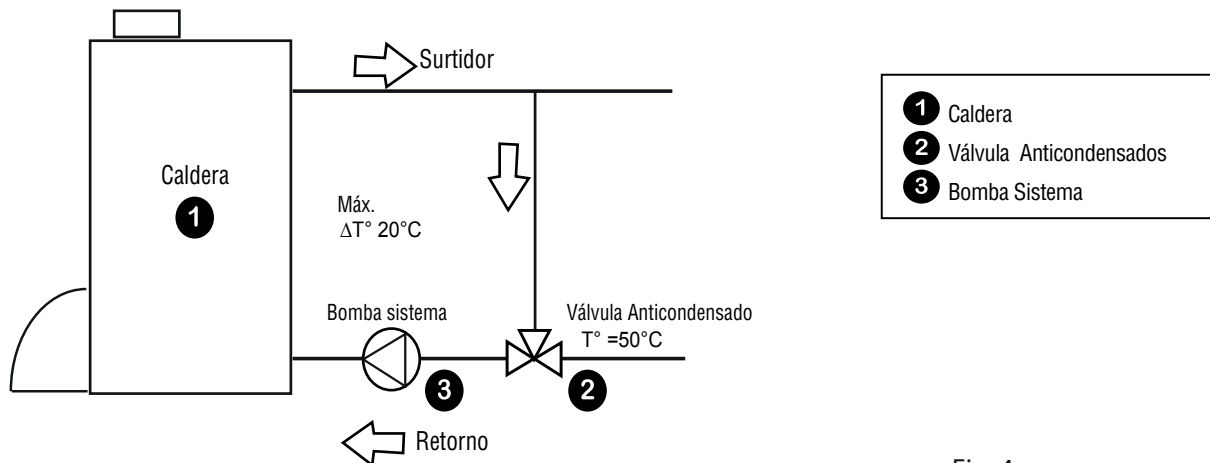

Fig. 4
2.7 Válvula Anticondensado (Fig.4), ② Anti Shock Térmico.